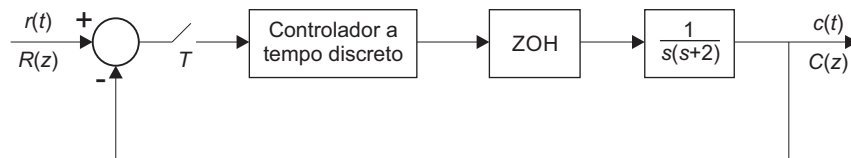

Figura 2:
2. Considere o sistema de controle a tempo discreto mostrado na figura 2, cujo período de amostragem é $T = 0,2$ s.